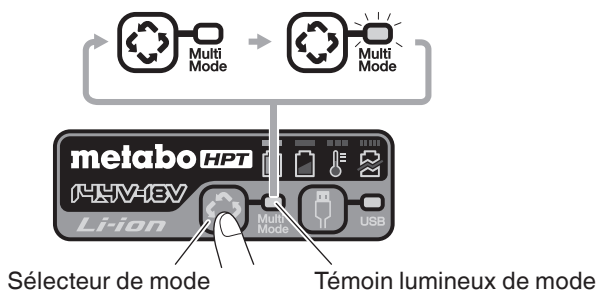

Fig. 2
Lorsque le commutateur de sélection de mode est désactivé, les batteries sont chargées en mode normal. Lorsque le commutateur est activé, elles sont chargées en Multi-Mode. (Fig. 2)
2. Sélectionner le mode de charge. Sélectionner le mode de charge en fonction des exigences. (Fig. 2) (reportez-vous à la section « SÉLECTION DU MODE DE CHARGEMENT » à la page 26).